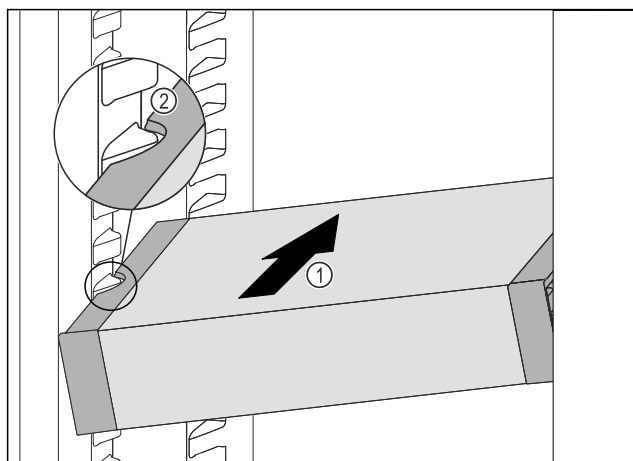

Fig. 69
- Predal VarioSafe potiskajte poševno v hladilnik Fig. 69 (1), dokler stranska izreza Fig. 69 (2) predala VarioSafe nista na višini nastavka za posodo v hladilniku.